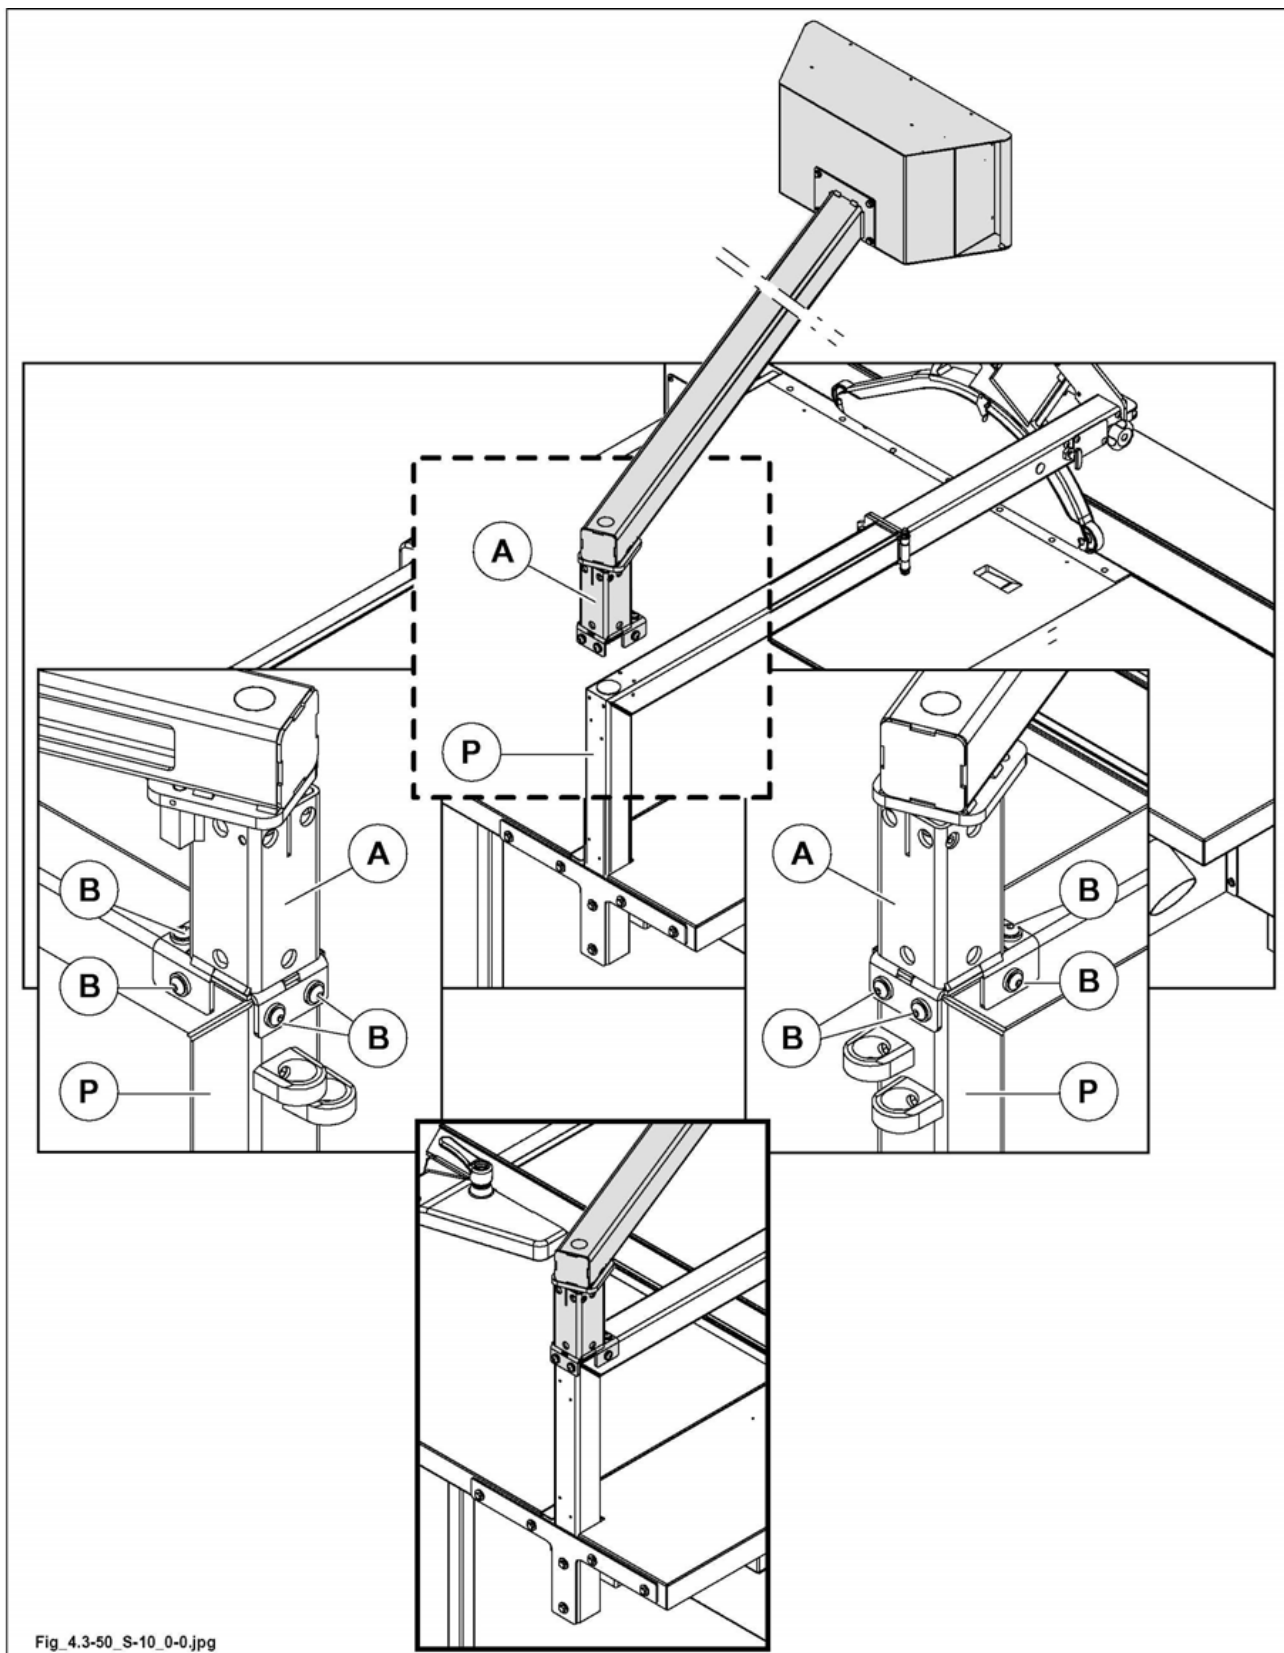

Abb. 4.3-50
- Den Stützarm (A Abb. 4.3-50) der hängenden Steuerungstafel am Stützarm (P Abb. 4.3-50) der hängenden Schutzeinrichtung mittels der Schrauben (B Abb. 4.3-50) befestigen.